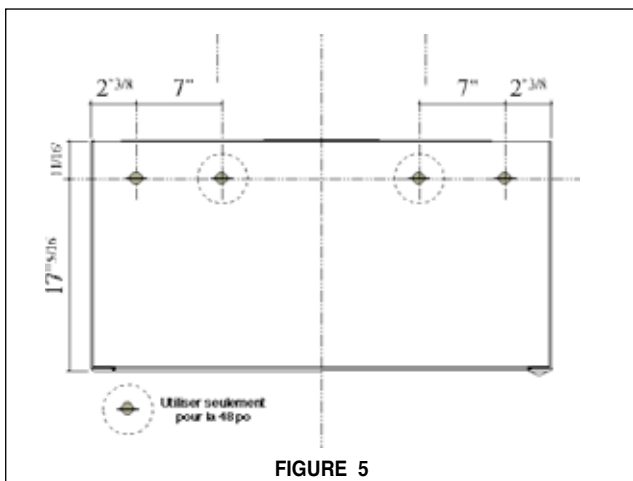

FIGURE 5
3. La hotte Pro Magnum se fixe au mur avec des vis de fixation indiquées à la **FIGURE 5**. Pour les modèles de 30 et 36 po, il y a deux vis de fixation. Pour le modèle de 48 po, il y en a quatre. Installer les vis dans le mur. Les vis devraient être insérées dans le mur jusqu'à ce que la tête de la vis soit à égalité du mur.